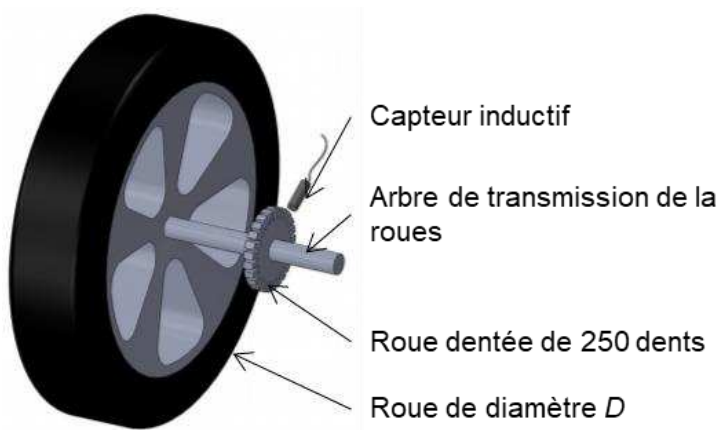
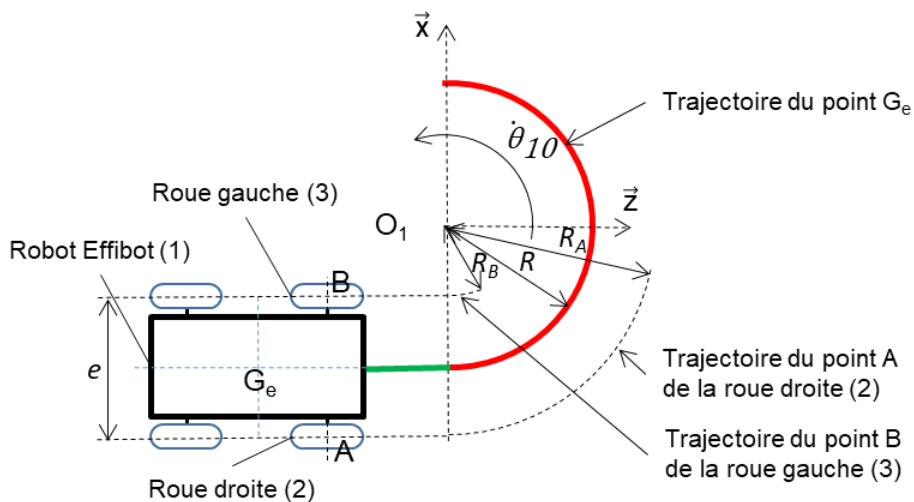

Figure 8 : positionnement du capteur inductif
Figure 9 : paramétrage du problème
Nd et Ng sont déterminés à partir des capteurs inductifs de la roue droite (2) et de la roue gauche (3) (voir figure 8, figure 9) et d'un programme de calcul détermine le nombre d'impulsions (un relevé du nombre d'impulsions est réalisé toutes les 2 secondes).